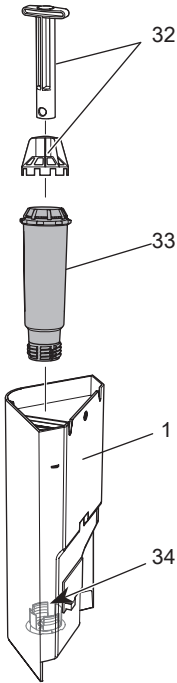

图 18: 拆装滤水器
7. 在水箱内装入一个新的滤水器（见图18）。
2. 拆除滤水器（见图18）。